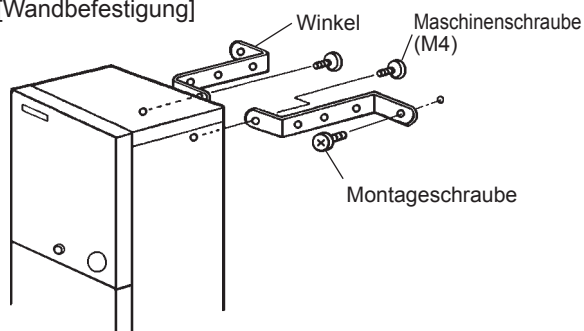

Abb. 2
- * Mit Winkeln (Zubehör) und Befestigungsschrauben (nicht im Lieferumfang) den Eisspender an der Wand sichern. Die Winkel entsprechend den Befestigungsbedingungen zurechtbiegen. Siehe Abb. 2.